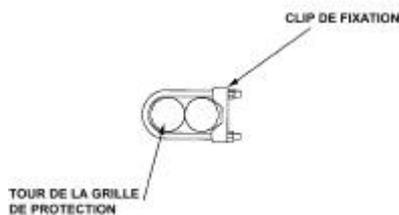
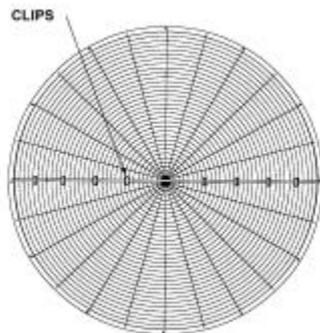

Figure 24 - Fixation du clip
Figure 25 - Espacement des clips.
3. Fixer les deux moitiés de grille avec les clips (Figure 24). Il y a 4 clips sur chaque côté de la grille de protection. Espacer les clips de fixation uniformément à travers le rayon de la grille de protection comme indiqué Figure 25.
3. Fixer les deux morceaux de la grille avec les clips (Voir Figure 24). Il doit y avoir quatre clips sur chaque côté de la grille de protection. L'espacement des clips comme vu Figure 25.